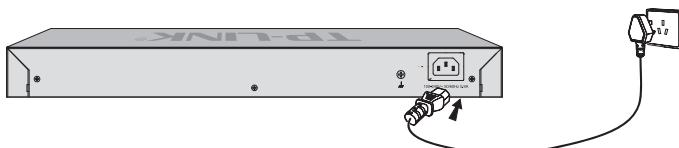

图3-3 电源连接示意图
2. 使用交换机原装电源线连接交换机与电源插座, 如图3-3所示。